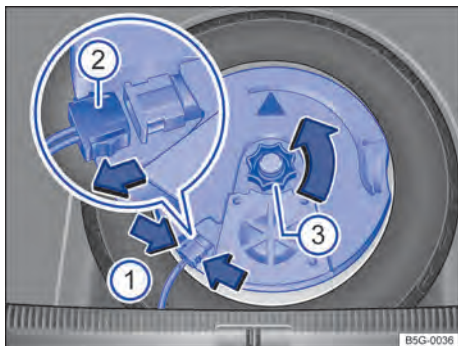

Fig. 255 No compartimento de bagagem: desinstalar o subwoofer (variante 1).
- Para destravar o conector → Fig. 255 ②, pressione as linguetas → Fig. 255 (setas ①).
- Puxar o conector → Fig. 255 ② no sentido da seta e colocar o cabo elétrico removido de lado.
- Desenroscar o manipulô → Fig. 255 ③ girando-o no sentido da seta.
- Encaixar o conector → Fig. 255 ② até que trave de forma audível.
- Enroscar o manípulo → Fig. 255 ③ no prisioneiro girando-o em sentido oposto ao da seta até que o subwoofer esteja seguramente preso.